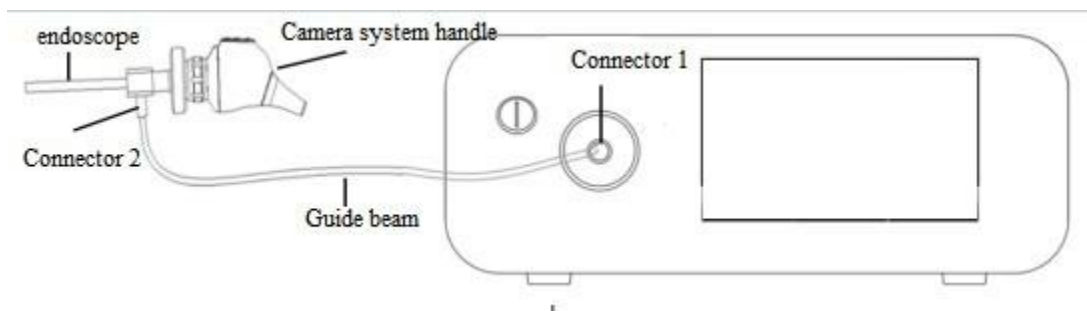
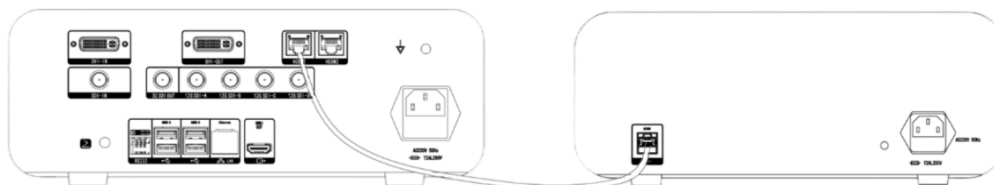

Figura 2-4 Diagrama esquemático da conexão entre a fonte de luz fria e o endoscópio
Figura 2-5 Esquema de conexão da fonte de luz fria e do sistema de câmera endoscópica
Passo 2: A Fonte de Luz precisa ser conectada ao motor principal do sistema de câmera do endoscópio e ao endoscópio para formar um sistema de trabalho integral, e o diagrama esquemático de conexão específico é mostrado na Figura 2-4 e na Figura 2-5 das Instruções de Uso, e então passa-se para o passo 3;